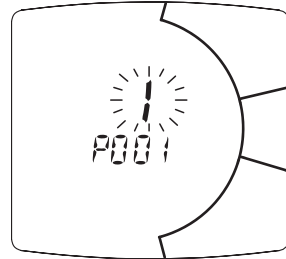

Figura 5.30
- Premere per più di 10 secondi il pulsante  per entrare nella programmazione dei parametri. (Figura 5.30).